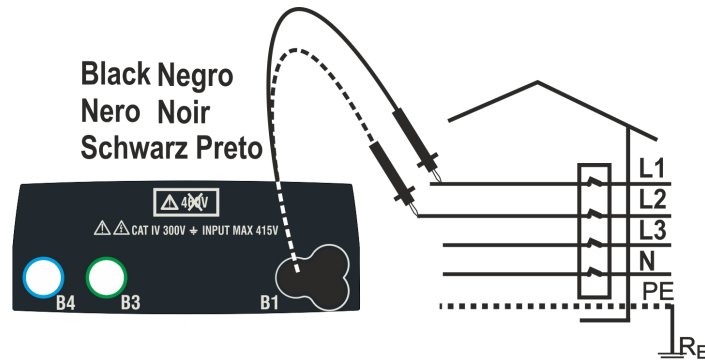
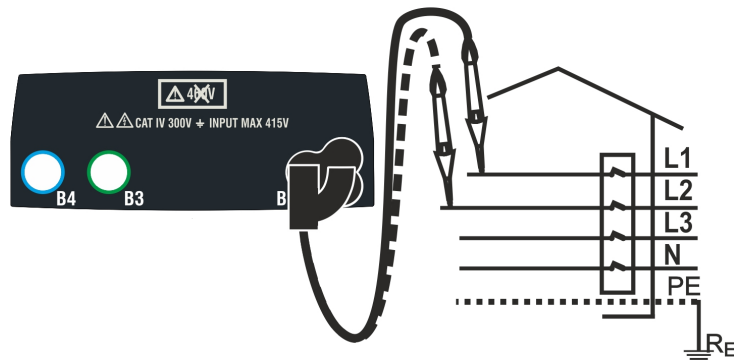

Abb. 31: Prüfung der Phasenfolge mit einem Messkabel
Abb. 32: Prüfung der Phasenfolge mit der externen Prüfsonde
- Führen Sie den Stecker des schwarzen Kabels in die entsprechende Eingangsbuchse B1 des Geräts. Alternativ dazu können Sie ein Einzelkabel verwenden und die entsprechende Krokodilklemme ans freie Kabelende aufstecken. Sie können auch die Prüfsonde mit Fernbedienung benutzen, indem Sie deren mehrpoligen Steckverbinder in die Eingangsbuchse B1 einführen. Verbinden Sie die Krokodilklemmen oder die Prüfsonde mit Fernbedienung mit der elektrischen Anlage entsprechend den Abb. 31 oder Abb. 32.
5. Unter diesen Bedingungen, verbinden Sie die Krokodilklemme oder die externe Prüfsonde mit der Phase L2, wie in den Abb. 31 oder Abb. 32 gezeigt.